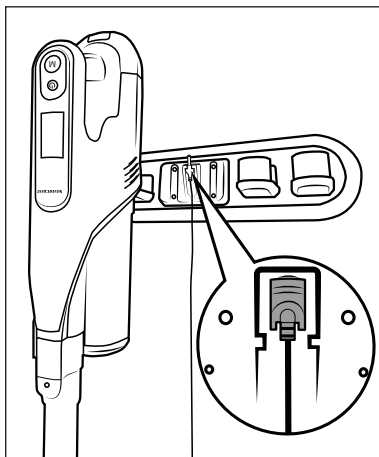

Fig. 6
- ◆ Coloque la aspiradora en el soporte mural **18** desde arriba de forma que el conector coaxial **11** se introduzca en la conexión de carga **3** de la parte inferior del aparato. Tras esto, el indicador de la batería **28** comienza a parpadear y se inicia el proceso de carga (consulte la fig. 6 y la 7).